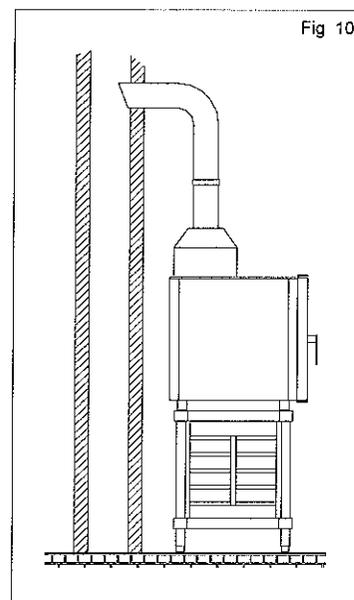

Fig 10
- a uma conduta natural como um tubo da chaminé de tiragem natural de eficiência segura para evacuar os produtos da combustão directamente ao externo (Fig. 10). O prosseguimento acontece para o externo ou numa chaminé através de uma conduta apropriada resistente a uma temperatura de 300°C. Tal intervenção deve garantir que a evacuação dos fumos não aconteça dificultada por obstruções e/ou pelo excessivo comprimento do tubo de descarga (comprimento máximo 3m)